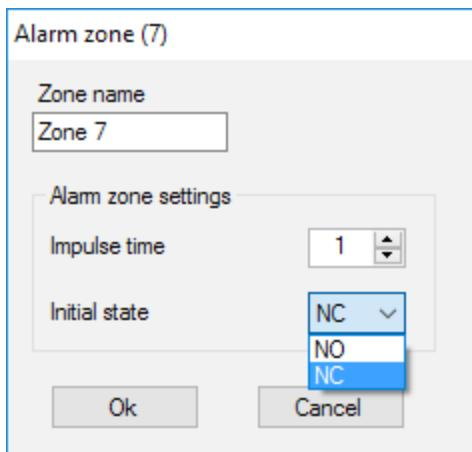

Abb. 20. Alarmzoneneinstellungen
Die Alarmzone kann als Schließer (NO) und als Öffner (NC) eingestellt werden (Abb. 20).
Die Alarmzone reagiert auf bistabile Melder (z. B. DoorProtect und LeaksProtect) mit Öffnen/Schließen, abhängig von der Einstellung des „Ausgangszustands“ (NC/NO). Die Zone befindet sich im Alarmmodus, bis der Zustand des bistabilen Melders in den Ausgangszustand zurückkehrt. Die Zone reagiert auf Impulssensoren (z. B. MotionProtect, GlassProtect) mit Öffnen/Schließen, abhängig von der Einstellung des „Ausgangszustands“ (NC/NO) mit einem Impuls, dessen Dauer über die Einstellung „Impulszeit“ (Abb. 20) eingestellt werden kann. Standardmäßig beträgt die „Impulszeit“ 1 Sekunde, maximal 254 Sekunden. Wenn der Alarm ausgelöst wird, leuchtet die rote Zonen-LED „3“ (Abb. 1).